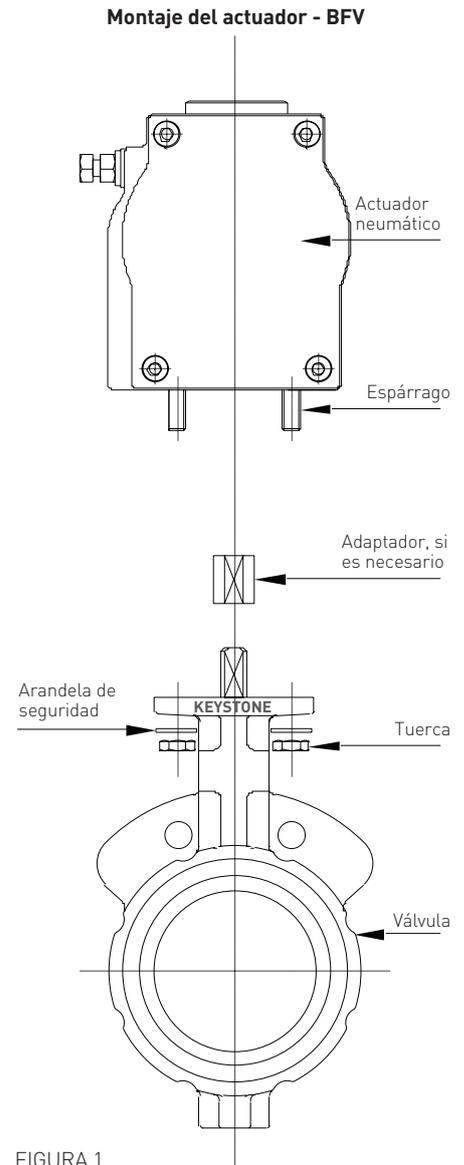

FIGURA 1
- 2b. Roscar los espárragos de montaje del actuador con fuerte apriete en la base del actuador y asegurar el soporte de montaje a la parte inferior del actuador usando cuatro tuercas y arandelas como se muestra en la Figura 1.